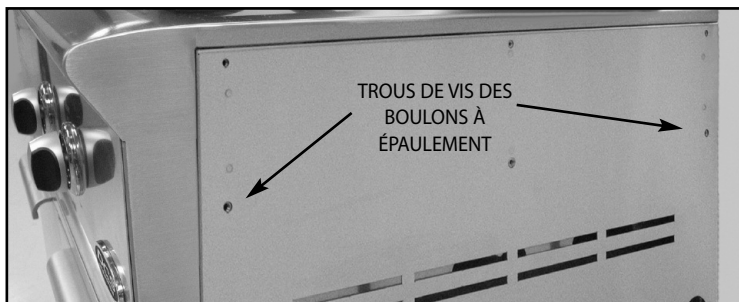

Fig. 20
1. Vissez (2) boulons à épaulement dans les orifices pour vis inférieurs sur le côté du chariot uniquement (Fig. 20 et 21). Serrez à l'aide d'une clé Allen de 5/32.